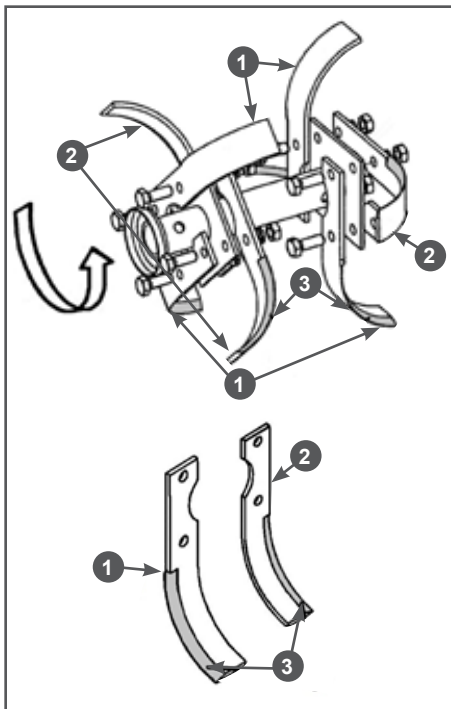

Рис. 3 Сборка правой фрезы
1. Установите ножи фрез на квадратные фланцы осей фрез. Для примера на Рис. 3 показана сборка правой фрезы. В первую очередь на фланец устанавливаются правые ножи 1 (имеющие изгиб в сторону от коробки передач - вправо), затем устанавливаются левые ножи 2 (имеющие изгиб к коробке передач - влево) (Рис. 3).
2. Закрепите ножи на фланце оси с помощью болтов и шайб с гайками (Рис. 3).
Ножи должны быть установлены так, чтобы лезвия 3 ножей врезались в землю при движении мотоблока вперед (Рис. 3).